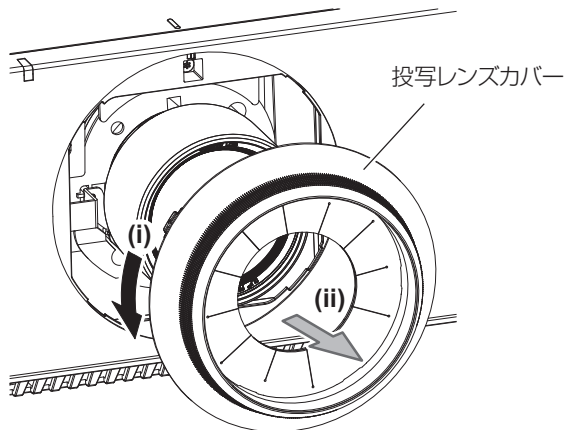

図1
- 1) 投写レンズカバーを反時計方向に回し、取り外す（図1）
- 1) 投写レンズカバーを取り外し、投写レンズのガイドを本体のガイド溝に合わせて奥まで差し込む (図 1)